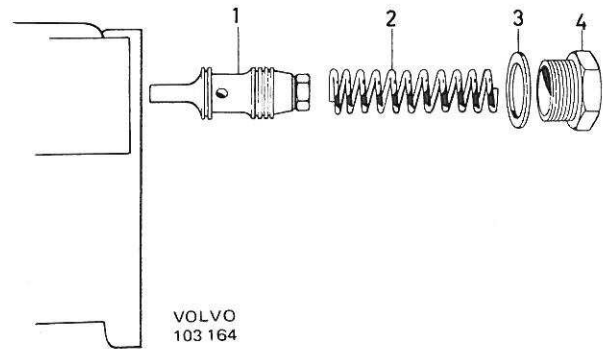

Figure 80. Démontage de la soupape de réglage
- b) Démontez la soupape de réglage de la pompe, figure 80. Observer une propreté absolue. Bien nettoyer et sécher à l'air comprimé avant d'enlever le bouchon (4), ce qui doit se faire d'en bas. Contrôler le piston de soupape et l'alésage dans le boîtier. Le trou du piston de soupape ne doit pas être bouché. Le piston doit pouvoir se déplacer avec facilité dans le boîtier, sans aucun grippage. Si nécessaire, monter une nouvelle soupape. Si l'on n'obtient pas de résultat satisfaisant, remplacer ou remettre à neuf la pompe.